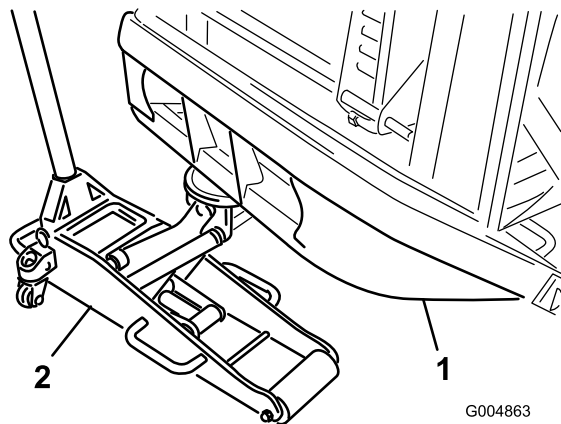

Figure 16
1. Placez un cric d'atelier adapté sous le tube de pare-chocs arrière et soulevez les roues arrière du sol (Figure 16).